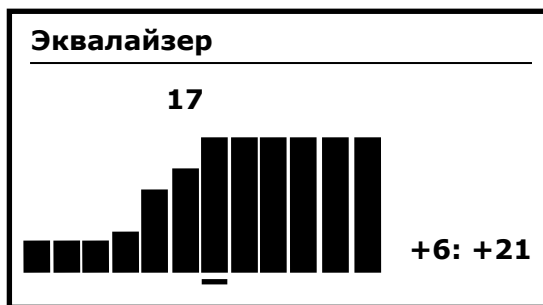

Рис. 22
- «**ЭКВАЛАЙЗЕР**» позволяет настраивать различную громкость звучания для сигналов с разными числами **VDI**. Диапазон чисел **VDI** разбит на **12** секторов. Для каждого сектора возможно изменение громкости от **0** до **17**. При установке значения **0** звук будет отсутствовать, **17** - громкость звучания для данного сектора будет максимальной. Для входа в режим настройки эквалайзера нажмите кнопку [+]. На экране появится меню настройки эквалайзера (Рис. 22):